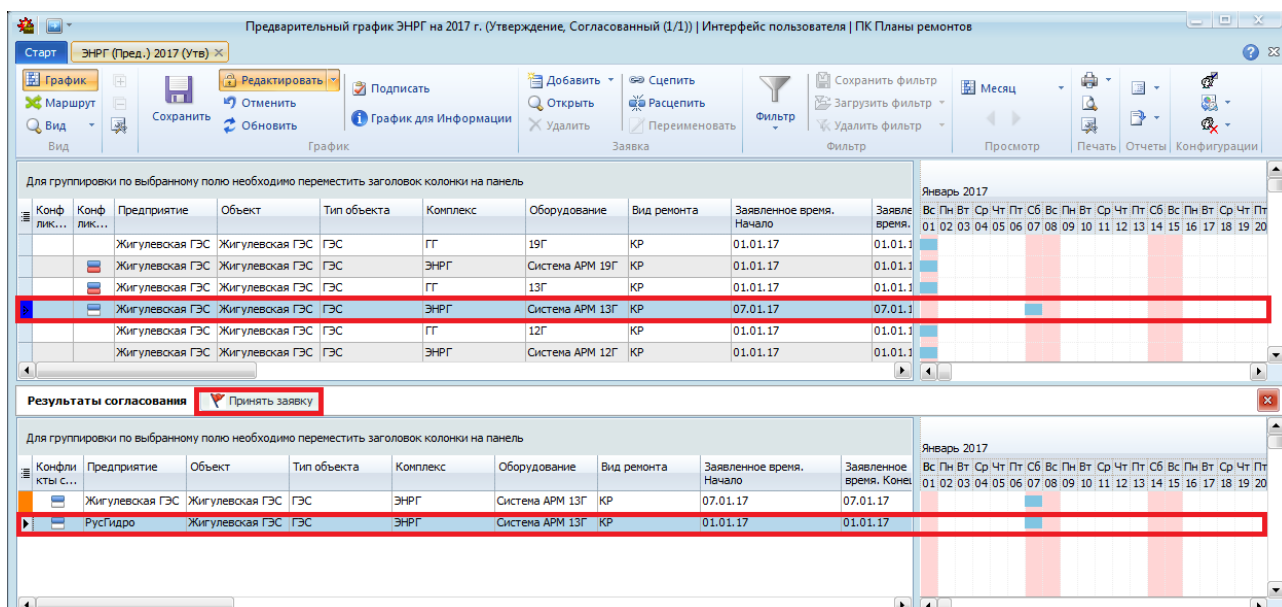

Рисунок 12.21 – Принятие согласующего ответа по заявке
- скопировать значения полей из согласующего ответа в выделенную заявку сводного графика. Для этого необходимо в основной области выделить заявку с конфликтом согласования, в области параллельного просмотра выбрать согласующий ответ и нажать кнопку  «Принять заявку» в области заголовка «Результаты согласования» (Рисунок 12.21). Также можно принять согласующий ответ по заявке, выбрав пункт «Принять заявку» из контекстного меню согласующего ответа.